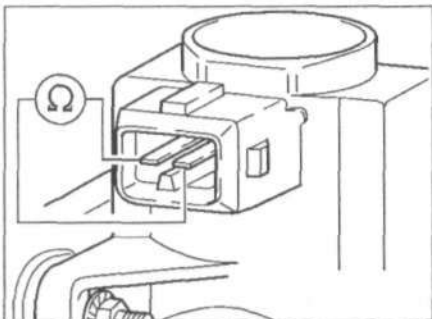

Рис. 6.64. Измерьте сопротивление между контактами клапана.
9. Измерьте сопротивление между контактами клапана (рис. 6.64). **Спецификационное значение:** 14-18 Ом.